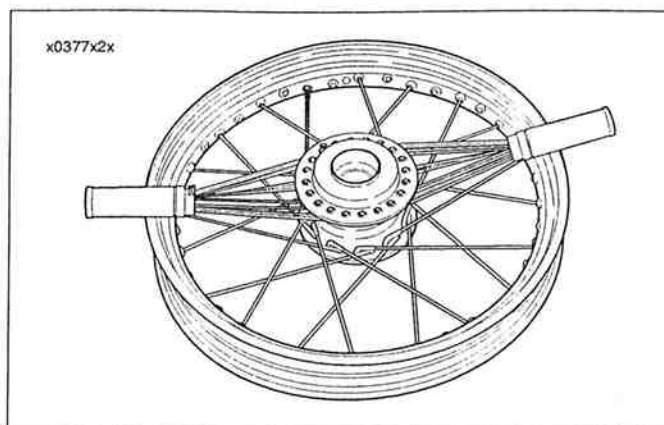

Figura 2-33. Rayo inicial - exterior del reborde inferior
12. Vea la Figura 2-33. Usando el método de alineación de rayos descrito anteriormente, localice un agujero que apunte hacia abajo y afuera, en dirección del reborde inferior de rayos exteriores (cabeza corta).